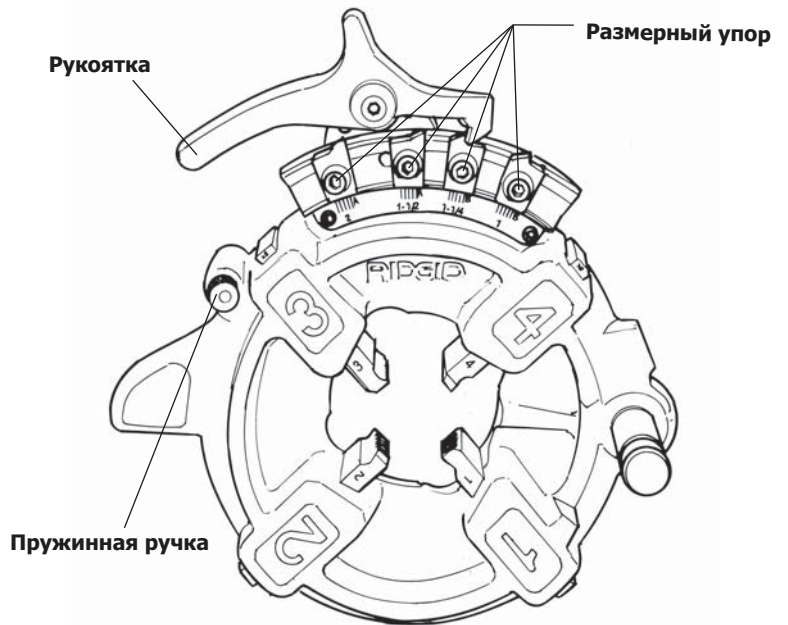

Рисунок 13 – Полуавтоматическая головка
Полуавтоматическая резьбонарезная головка (рисунок 13) – Когда обрабатываемый конец трубы становится вровень с концом гребенки №1, опустите рукоятку, чтобы гребенки перестали удерживать трубу.
Для полуавтоматической резьбонарезной головки (рисунок 13) для правых резьб требуется четыре набора гребенок для нарезания резьбы в диапазоне 1/8" – 2". Для каждого из следующих диапазонов размеров труб требуется один набор гребенок: (1/8"), (1/4" и 3/8"), (1/2" и 3/4") и (1" – 2"). Для болтовых резьб требуется отдельный набор гребенок для каждого размера болтов
1. Нажмите на рычаг, чтобы дисковый кулачок расположился (Рисунок 13 – Головка №816/917) напротив упора (как показано).